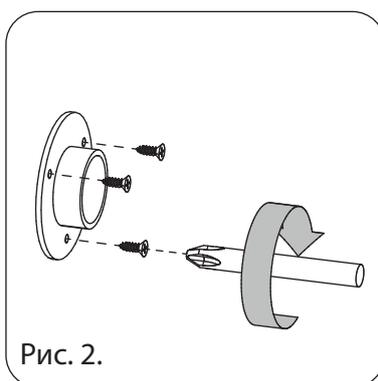

Рис. 2.
2. Прикрутите штангодержатель при помощи саморезов 3.5x16 в необходимом месте (см. рис. 2), предварительно ослабить стопорный винт (см. рис. 6).